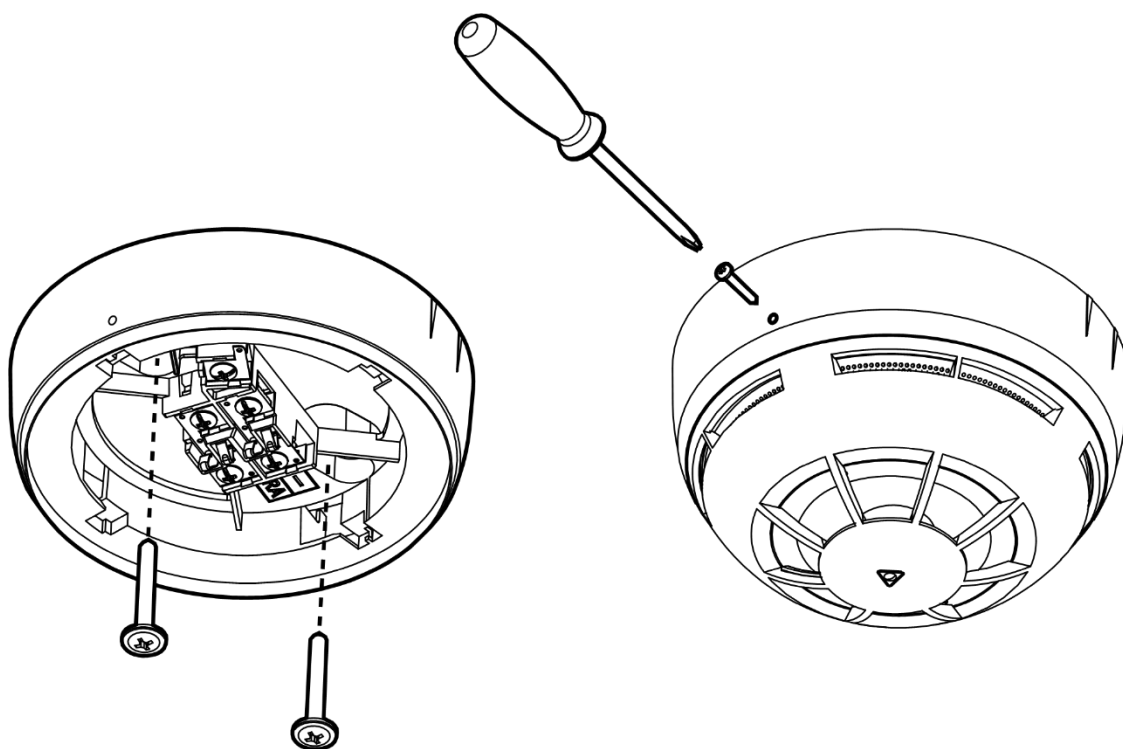

Рисунок 1.3
1.3.9 В конструкции базы предусмотрена возможность защиты от несанкционированного отсоединения извещателя. Если после монтажа базы, и установки в нее извещателя вернуть Шуруп DIN7981 2.2x13 в отверстие в базе (см. Рисунок 1.3), то извещатель невозможно будет снять без использования дополнительных инструментов. Для отсоединения от базы установленного подобным образом извещателя необходимо открутить Шуруп DIN7981 2.2x13.